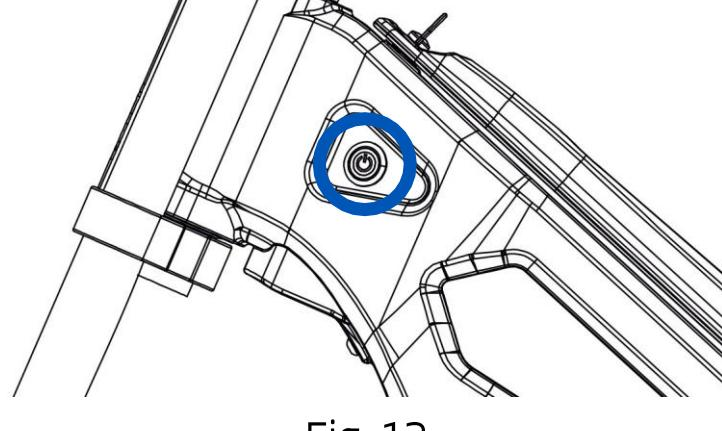

Fig. 12
- 3- Presione el botón de encendido situado en el lateral izquierdo de la parte superior del chasis (Fig. 12).
- 1- Presione el botón de encendido situado en el lateral izquierdo de la parte superior del chasis (Fig. 12).
- 2- Para retomar la marcha, vuelva a presionar el botón de encendido situado en el lateral izquierdo de la parte superior del chasis (Fig. 12).